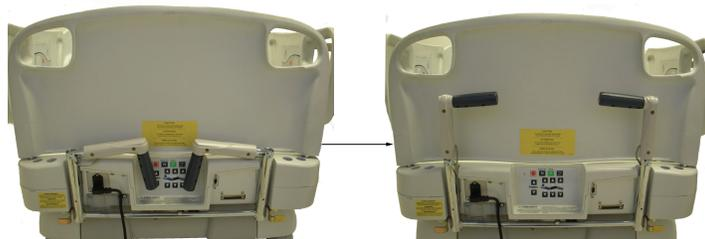

Figure 7 : Mise en place des poignées de l'entraînement motorisé Zoom
3. Faire pivoter les poignées de guidage pour les sortir du côté tête du produit (Figure 7 à la page 27). S'assurer que les poignées se verrouillent en position dépliée.